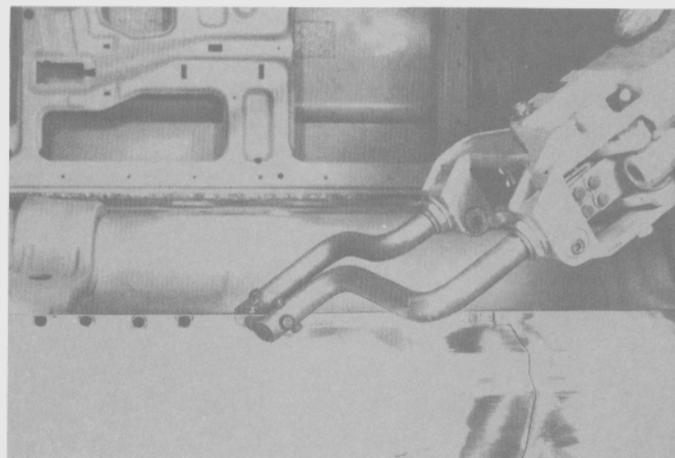

Fig. 193
- Soldar por puntos la nueva sección del zócalo (Fig. 193).